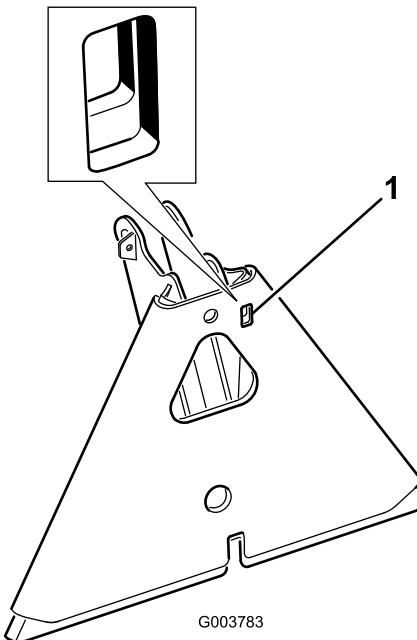

Figure 12
**Remarque:** Si l'adaptateur de l'accessoire se coince sur l'adaptateur du groupe de déplacement, insérez un levier/tournevis dans la fente prévue pour désengager les pièces (Figure 12).